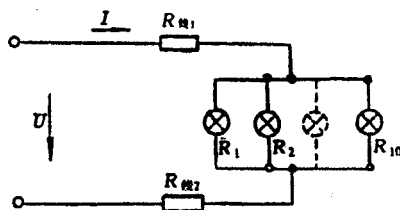

图4 10个灯泡的并联
2. 电路的并联 把两个以上负荷的头和尾,分别接在电源的火线和零线上,叫做电路的并联,如图 4 所示。
并联电路在农村日常工作中得到广泛应用,从图 4 中我们可以看出,任何分支电路出现故障,都不会影响其他分支电路正常工作。